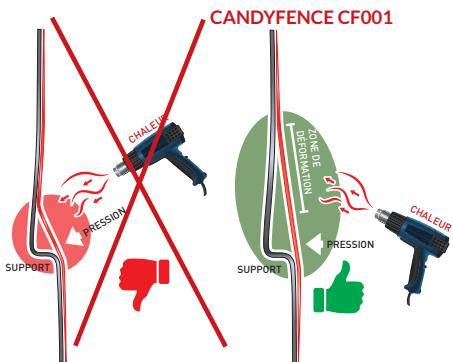

Figure 10
- › Tendre le film sur le support de façon à ce que ce dernier touche les parties en relief. (FIG. 10)